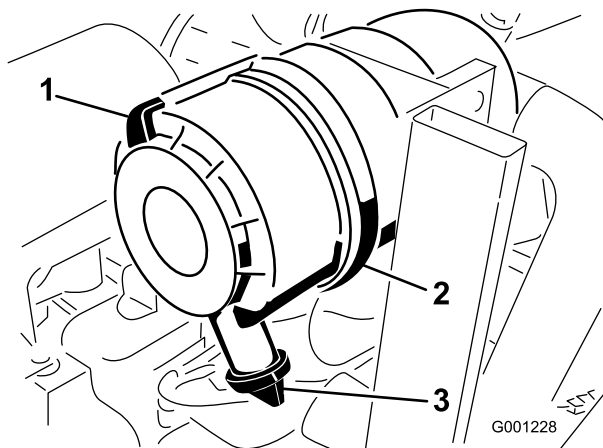

Figure 47
1. Tirez le verrou vers l'extérieur et tournez le couvercle du filtre à air dans le sens anti-horaire (Figure 47).
- Déposez le couvercle du corps du filtre à air (Figure 47).
- Montez le couvercle en dirigeant la valve de sortie en caoutchouc vers le bas, entre 5:00 et 7:00 heures environ vu de l'extrémité (Figure 47).